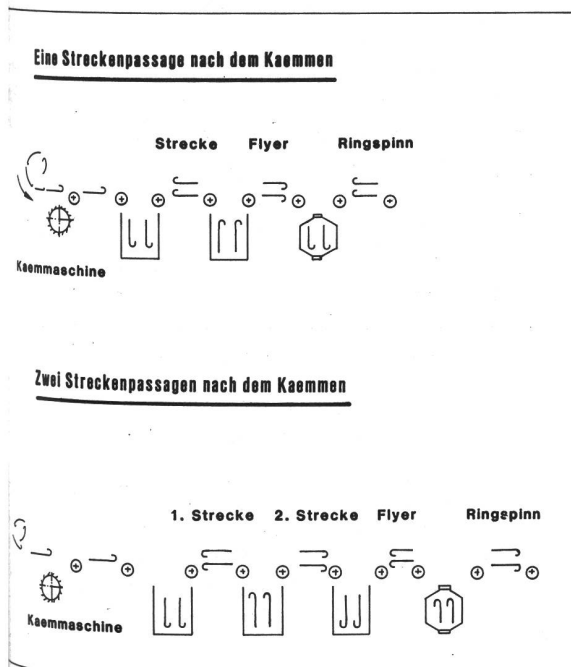

Abb. 7 Häkchenlage nach dem Kämprozess
a) doch noch Faserhäkchen durch die Nadeln der Kämmaschine schlüpfen und diese dann nur noch intensiv im Ringspinnstreckwerk aufgelöst werden können, ist es wichtig, dass die Mehrzahl dieser Häkchen beim Ringspinnstreckwerk als Schlepphäkchen präsentiert werden. Dies ist beim Ein-Streckenpassagenprozess (Abb. 7) der Fall.